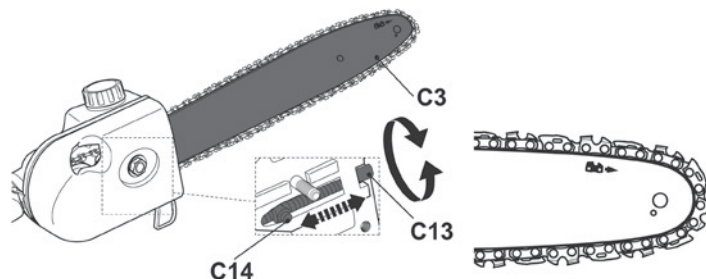

Fig. 19
- > Aperte o parafuso tensor (C13) para dentro ou para fora para ajustar o pino de aperto (C14)/guia (C3) para a esquerda ou para a direita até que os “elos” da corrente comecem a tocar no rebordo inferior da guia (Fig. 19).